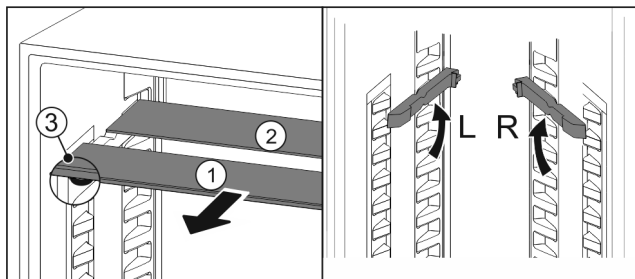

Fig. 60
- Trekk glassplatene enkeltvis fremover og ut Fig. 60 (1).
- ▷ Glassplate Fig. 60 (1) med pyntelist ligger foran.
- ▷ Stoppere Fig. 60 (3) peker nedover.